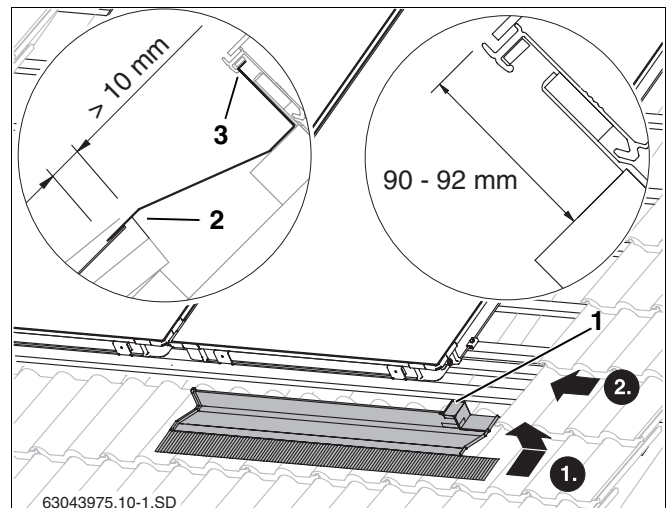
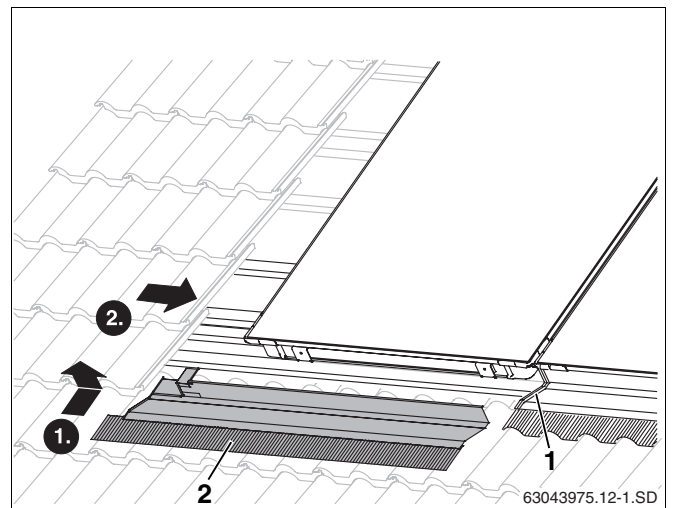

Рис. 43 Правый нижний накладной лист
Рис. 46 Укладка левого нижнего накладного листа
- Правый накладной лист вставить верхней кромкой в паз коллектора (рис. 43, поз. 3).
- Придвинуть накладной лист к коллектору так, чтобы и правая короткая кромка (рис. 43, поз. 1) входила сверху в паз коллектора.
Накладной лист нужно уложить на черепицу так, чтоб он перекрывал черепицу минимум на 10 мм (рис. 43, поз. 2).
- Уложить левый накладной лист (рис. 46, поз. 2) на предыдущий и смонтировать как правый (рис. 43).
Защитную пленку можно снять с накладного листа (рис. 46, поз. 1) только после того, как будут закреплены все листы.